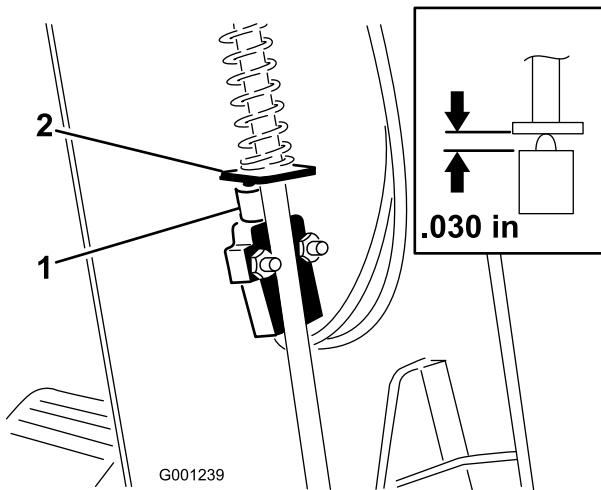

Figura 62
3. Faça deslizar a cobertura para cima, ao longo da coluna de direcção, de modo a expor o interruptor do travão de mão (Figura 62).
5. Alinhe a aleta da barra do travão de mão com o êmbolo do interruptor (Figura 62).
- Pressione a barra do travão de mão para baixo e empurre para cima o interruptor até que o comprimento da mola em compressão do êmbolo do interruptor seja de 0,762 mm (Figura 62, em destaque). Esta é a distância entre a aleta da barra do travão e a estrutura do êmbolo do interruptor.